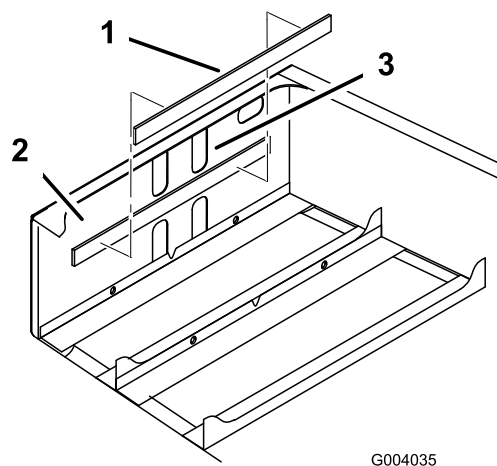

Figura 5
3. Togliete il nastro adesivo dalla parte posteriore del supporto delle batterie, e applicate quest'ultimo alla superficie interna anteriore del telaio posteriore, come illustra Figura 5.
Nota: Il supporto dev'essere situato 6 mm sotto il bordo inferiore della serie di fori superiori (Figura 5).